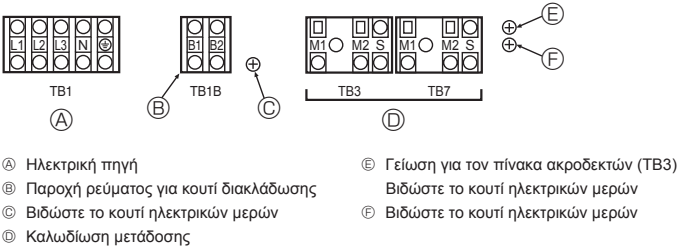

Fig. 6-1
6.2. Κουτί ελέγχου και θέσεις συνδέσεων καλωδίων (Fig. 6-1)